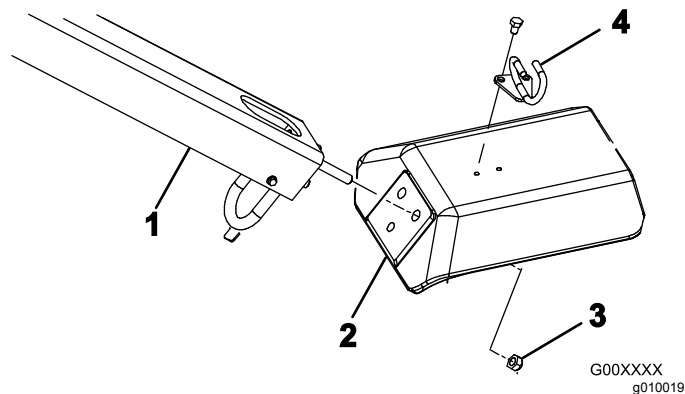

Figure 4
2. Insérez les goujons de fixation du timon dans les trous de la fourche (Figure 4).
3. Fixez les goujons à la fourche avec 3 contre-écrous (½") (Figure 4)
5. Montez le guide-câble en haut de la fourche avec 2 boulons (5/16 x ½") (Figure 4).